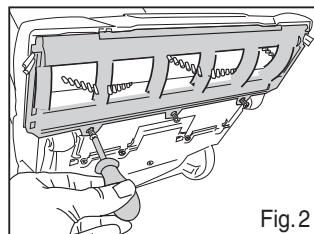

Fig. 2
- Ponga la aspiradora con su parte posterior en el piso. Retire los 3 tornillos (Fig. 2). Haga girar la placa del cepillo de rodillo hacia arriba y retírela.